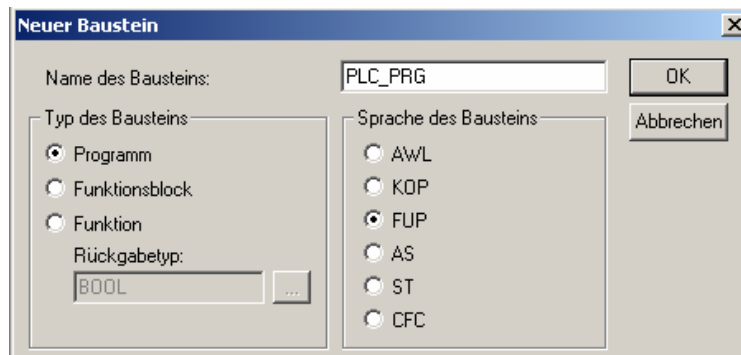
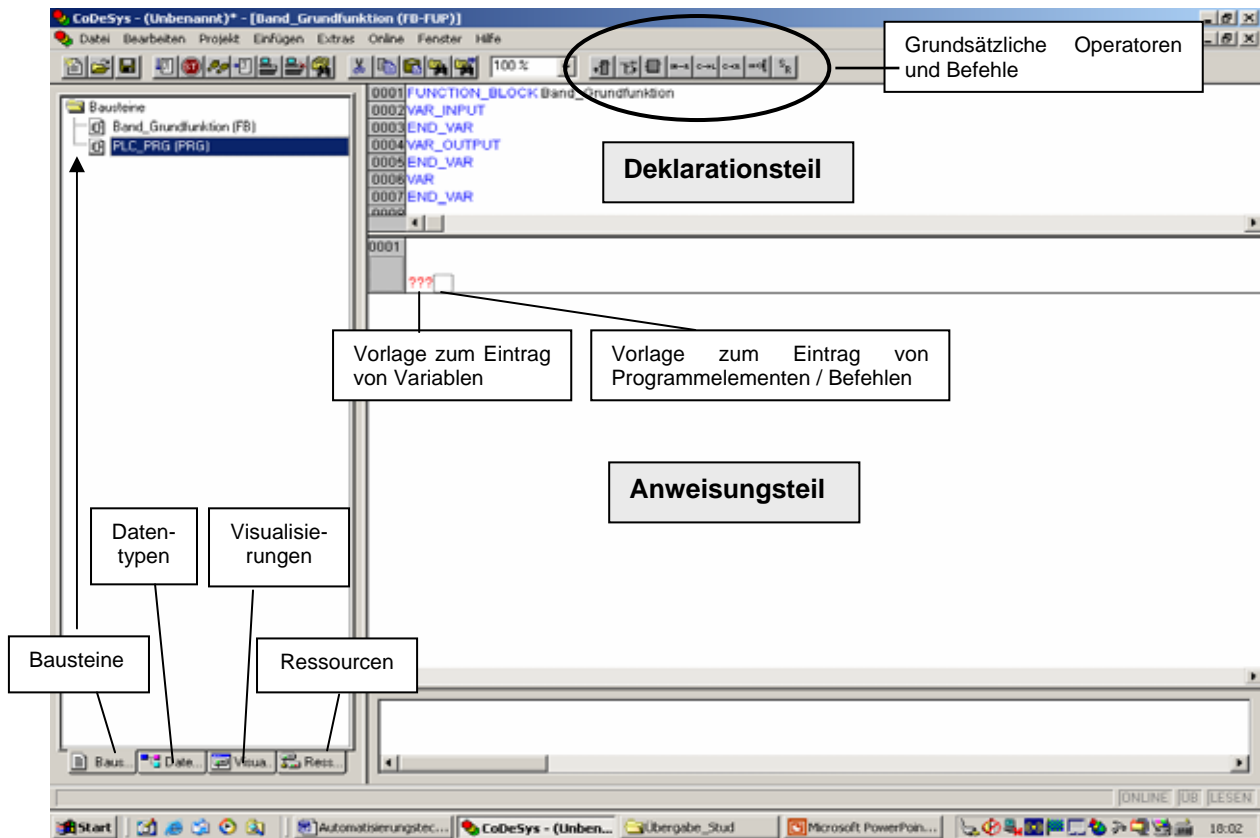

Bild 4: Anlegen von POE mit dem CoDeSys Programmsystem
Bild 5: Der Bildschirm für die Arbeit mit dem CoDeSys Programmiersystem
Wie in **Bild 4** ersichtlich, werden 6 Sprachen zugelassen: Anweisungsliste (AWL), Kontaktplan (KOP), Funktionsbausteinsprache (FUP); Ablaufsprache (AS), Strukturierter Text (ST) und Freiprogrammierbare Funktionsbausteinsprache (CFC).
Nun steht uns der im **Bild 5** gezeigte Bildschirm zur Bearbeitung von POE's zur Verfügung.
Neben dem Baustein PLC_PRG (PRG) zeigt Bild 5 weiter die gewünschte POE „Band_Grundfunktion“ vom Typ FB. Diese POE wurde über die Menufunktionen > *Projekt* > *Objekt* > *Einfügen* und weiter mit den Auswahlmöglichkeiten nach Bild 4 in das Projekt eingefügt.